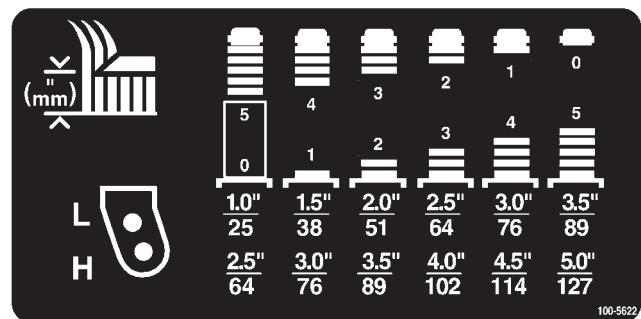

Figura 11
- Coloque espaciadores en el eje de la rueda giratoria hasta obtener la altura de corte deseada; consulte la figura 11 para determinar la combinación de espaciadores necesaria. Coloque una arandela de empuje en el eje, y pase el eje de la rueda giratoria por el brazo de la rueda giratoria. Instale otra arandela de empuje y los espaciadores restantes en el eje e instale el casquillo tensor para fijar el conjunto (Fig. 5).
2. Coloque los ejes de las ruedas giratorias en los mismos taladros en ambas horquillas. Consulte en la figura 11 los taladros correctos para cada altura.
Consulte en la figura 11 las combinaciones de espaciadores para cada ajuste.